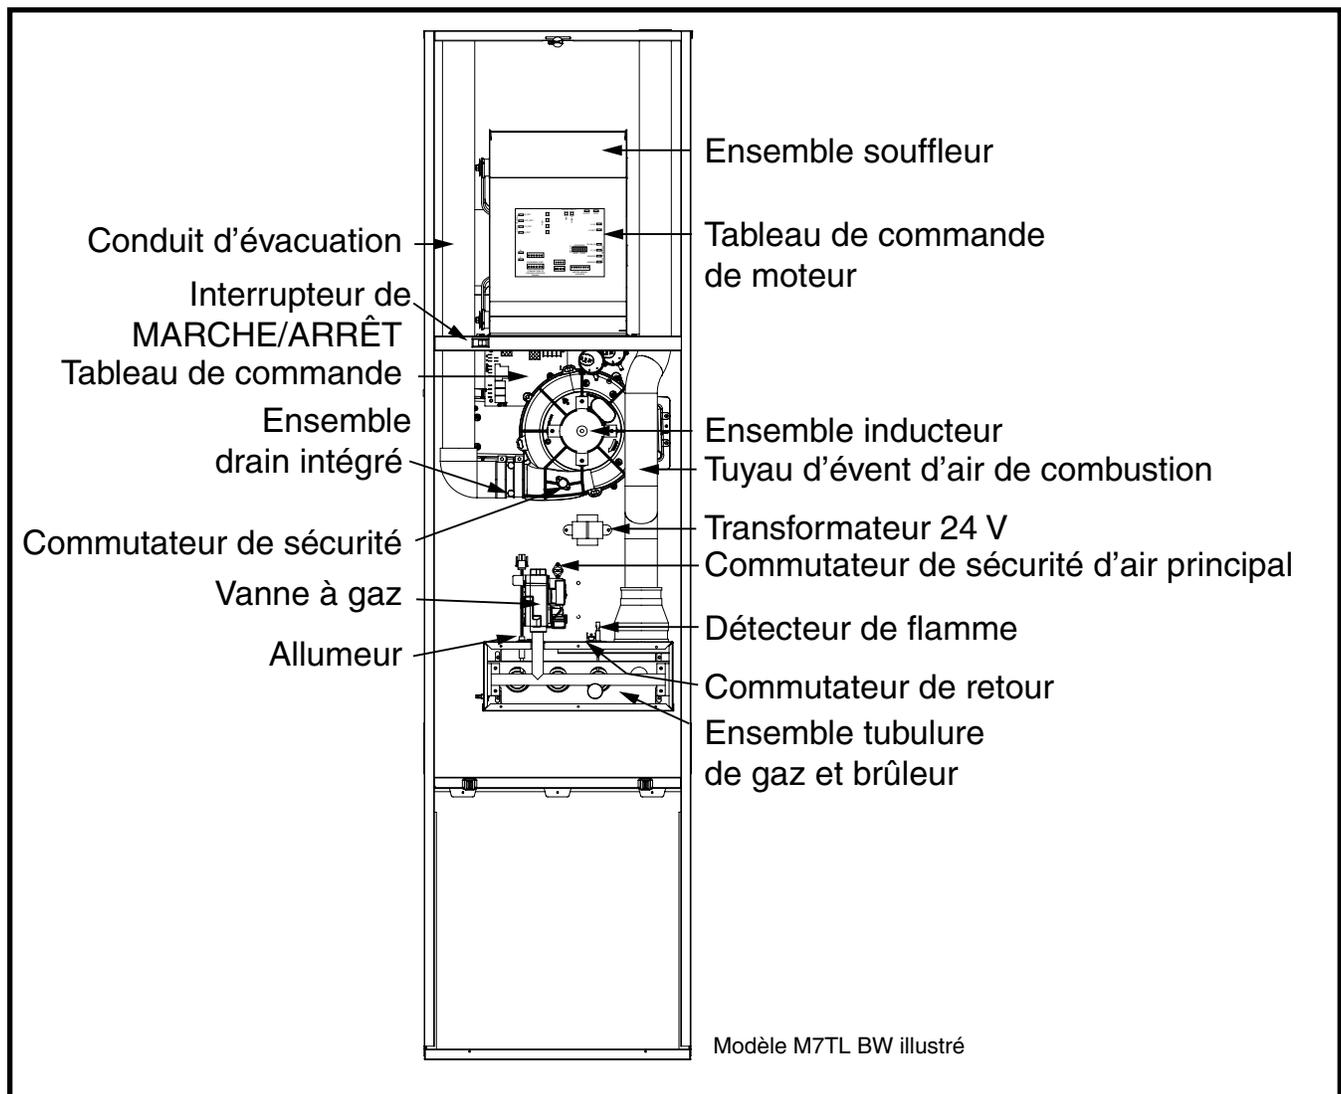

Figure 22. Composants de la fournaise
Nettoyage des brûleurs – Si les brûleurs doivent être nettoyés, suivez les étapes 1 à 12. Pour connaître l'emplacement des composants, voyez la Figure 22 \(page 28\).
- Si le souffleur d'inducteur fonctionne et que les éléments ci-dessus ont été vérifiés, vérifiez le commutateur de sécurité du souffleur et le réenclencher au besoin. Pour connaître l'emplacement des composants, voyez la Figure 22 \(page 28\).
Les descriptions ci-dessous sont celles de différents composants fonctionnels qui ont une incidence sur le fonctionnement et l'arrêt de cette fournaise. Certains de ces composants et leur emplacement sont montrés à la Figure 22. S'il faut remplacer l'un des composants de la fournaise, utilisez uniquement des pièces de remplacement homologuées par le fabricant, indiquées dans la liste de pièces de remplacement fournie en ligne.